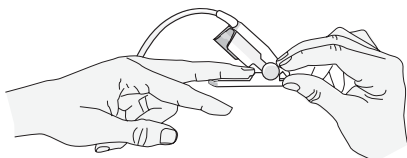

Figure 2
1. Placez le doigt sur la fenêtre du capteur réutilisable. La partie la plus charnue du doigt doit recouvrir la fenêtre du capteur dans la partie inférieure du capteur (voir la Figure 2).